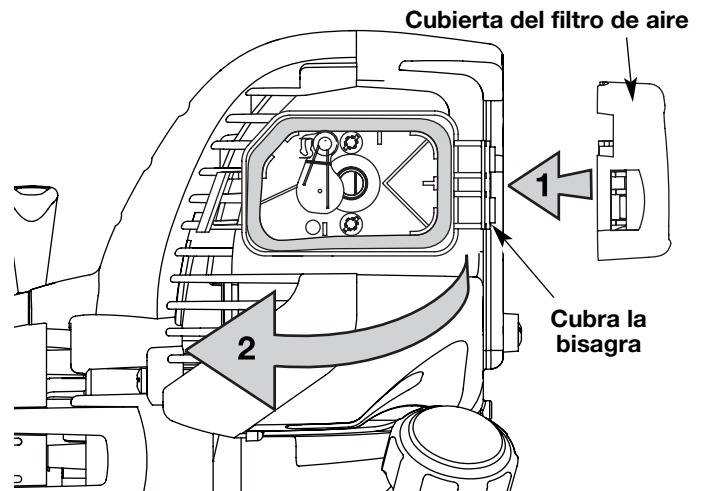

Fig. 33
7. Vuelva a instalar la cubierta del filtro de aire. Coloque los ganchos del lado derecha de la cubierta del filtro de aire en las ranuras del lado derecha de la placa posterior (Fig. 33, no.1).
8. Mueva la cubierta hacia la izquierda derecha hasta que la orejeta del filtro de aire calce en su lugar en la ranura de la placa posterior (Fig. 33, no. 2).
12. Vuelva a colocar la cubierta del silenciador. Deslice las muescas a los lados de la cubierta del silenciador sobre las orejetas de la cubierta del motor y enganche en su lugar (Fig. 33).